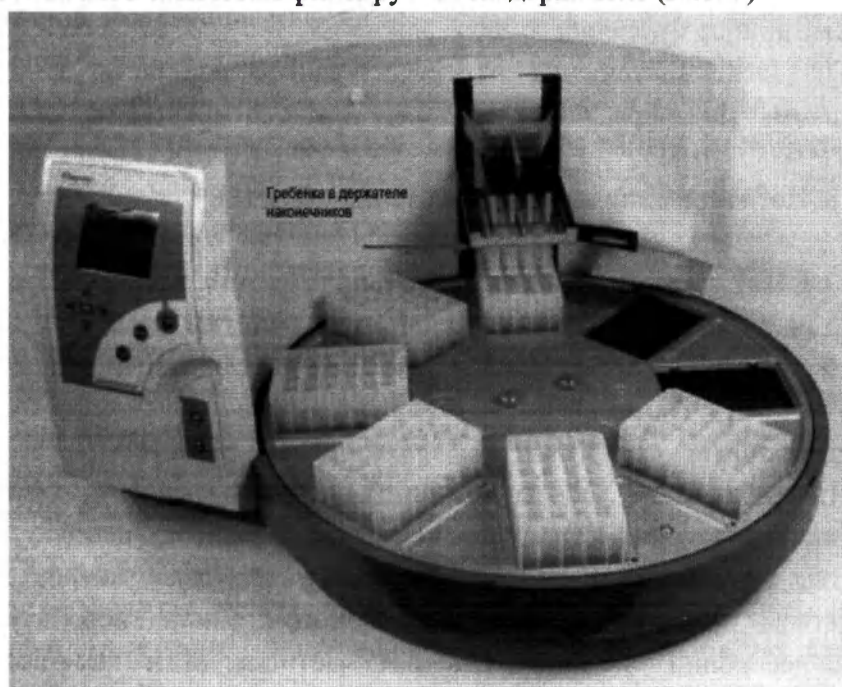

Рис.7 Комплект наконечников в держателе
4. Гребенка автоматически фиксируется на держателе (Рис. 7).